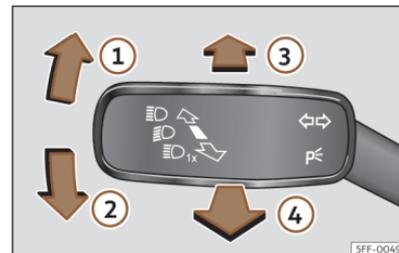

Fig. 80 Palanca de intermitentes y de luz de carretera (según versiones).
- Desde la posición base, pulse hacia delante la palanca de los intermitentes y luz de carretera >>> **fig. 80** .
- **O BIEN:** si el asistente de luz de carretera está conectado, tire hacia atrás de la palanca de los intermitentes y de luz de carretera >>> **fig. 80** .